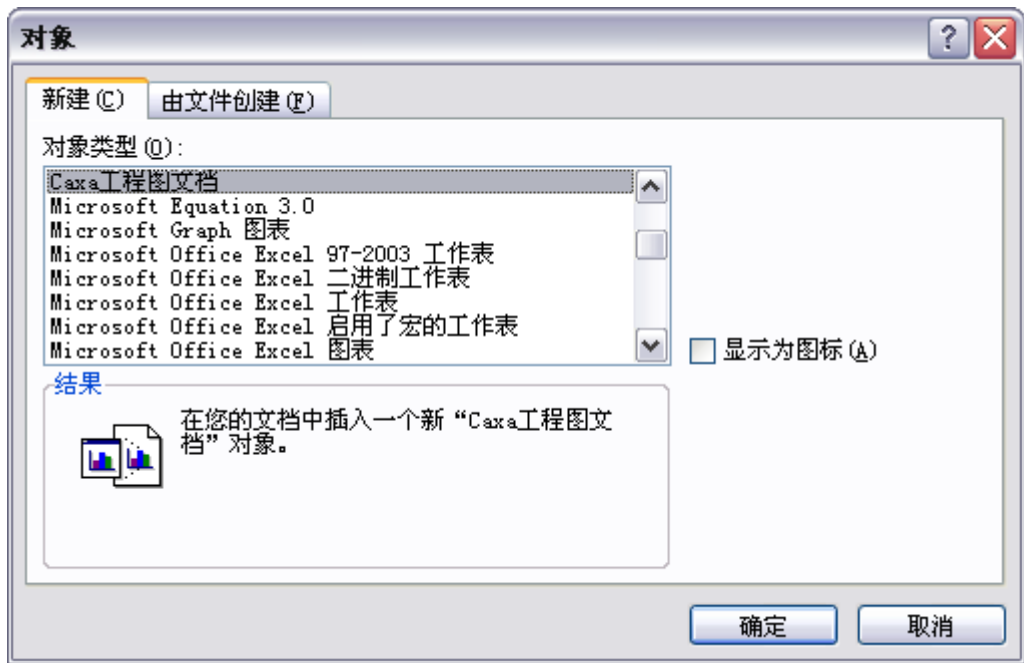

图 2-100 插入对象对话框
- 2) 在主菜单的【插入】中单击【对象】选项，弹出如图 2-100 所示的对话框。